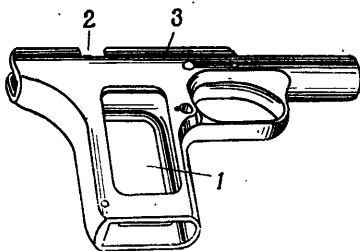

Рис. 55. Рамка:
96. **Рамка** (рис. 55) составляет одно целое с рукояткой пистолета и спусковой скобой. Она служит для соединения частей пистолета. Рамка имеет: на передней части — **желоб**, в котором помещается возвратная пружина и двигается нижняя трубка кожуха затвора, **пазы** для помещения